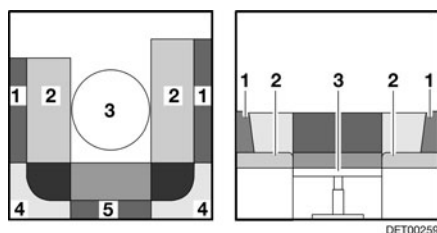

Fig. 82 Durante la transformación
- Extraer los cojines del respaldo (Fig. 82,1, 4 y 5).
- Colocar el cojín adicional (Fig. 83,6) entre los cojines del asiento (Fig. 83,2) sobre la mesa (Fig. 82,3).